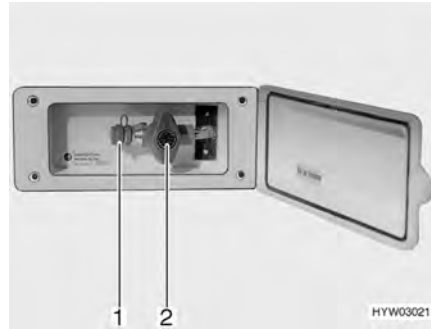

Fig. 97 Toma exterior de gas, válvula de paso de gas cerrada
La toma externa de gas (Fig. 97) está, en función del modelo, en la parte trasera o en el lado izquierdo o derecho del vehículo.
- Conectar el aparato de gas externo en el punto de conexión (Fig. 97,1).
- Abrir la válvula de paso de gas (Fig. 97,2).